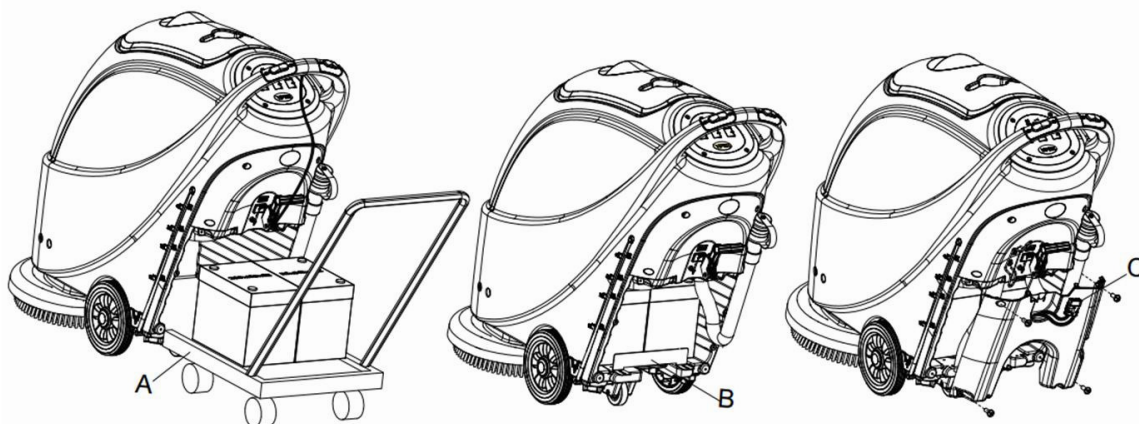

Рисунок 7
14. Установите батарею специально изготовленными инструментами по установке батареи (**А, рисунок 7**). После установки батареи, извлеките инструменты установки батареи, и установите фиксирующий кронштейн батареи (**В, рисунок 7**).
15. Установите разъем батареи (**С, рисунок 7**) через отверстие в верхней части крышки батарейного отсека, установите сливной шланг через правое отверстие крышки батарейного отсека, зафиксируйте крышку батарейного отсека с помощью 4 винтов, а затем установите вытягивающийся шнур валика, сливной шланг, и валик последовательно.